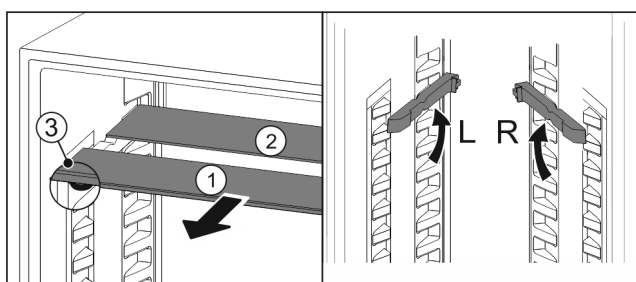

Fig. 77
- ▶ Træk glaspladerne ud enkeltvis fremad Fig. 77 (1).
- ▷ Glaspladen Fig. 77 (1) med pyntelisten ligger foran.
- ▷ Stoppe Fig. 77 (3) peger nedad.